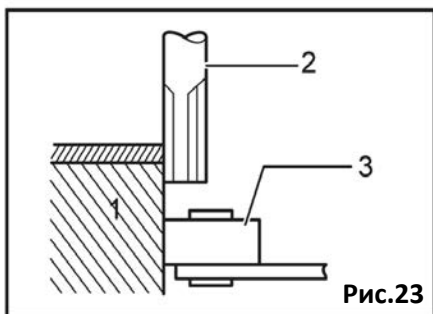

Рис.23
При резке, перемещайте инструмент так, чтобы ролик (3) направляющей перемещался по боковой стороне обрабатываемой детали (1) (Рис.23).